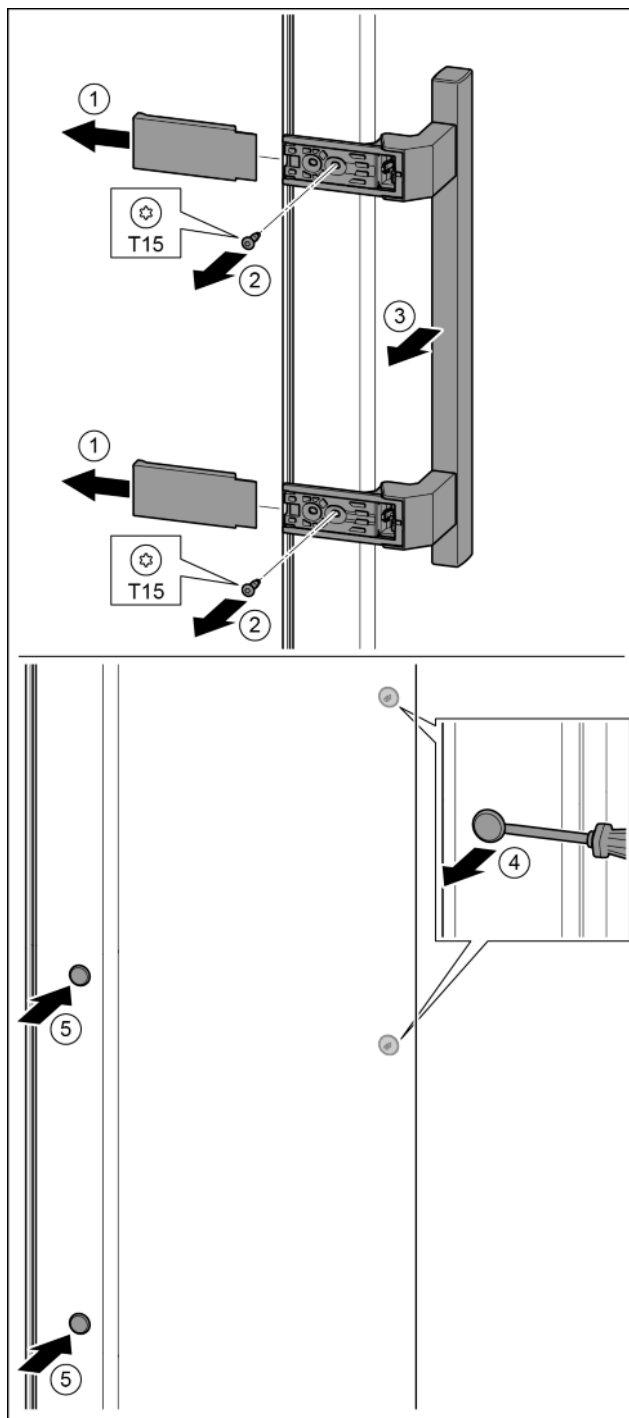

Fig. 32
- ▶ Снять крышку. Fig. 32 (1)
- ▶ Выкрутить винты отверткой T15. Fig. 32 (2)
- ▶ Снять ручку. Fig. 32 (3)
- ▶ Осторожно приподнять шлицевой отверткой боковые заглушки и вынуть их. Fig. 32 (4)
- ▶ Заглушки снова вставить с другой стороны. Fig. 32 (5)